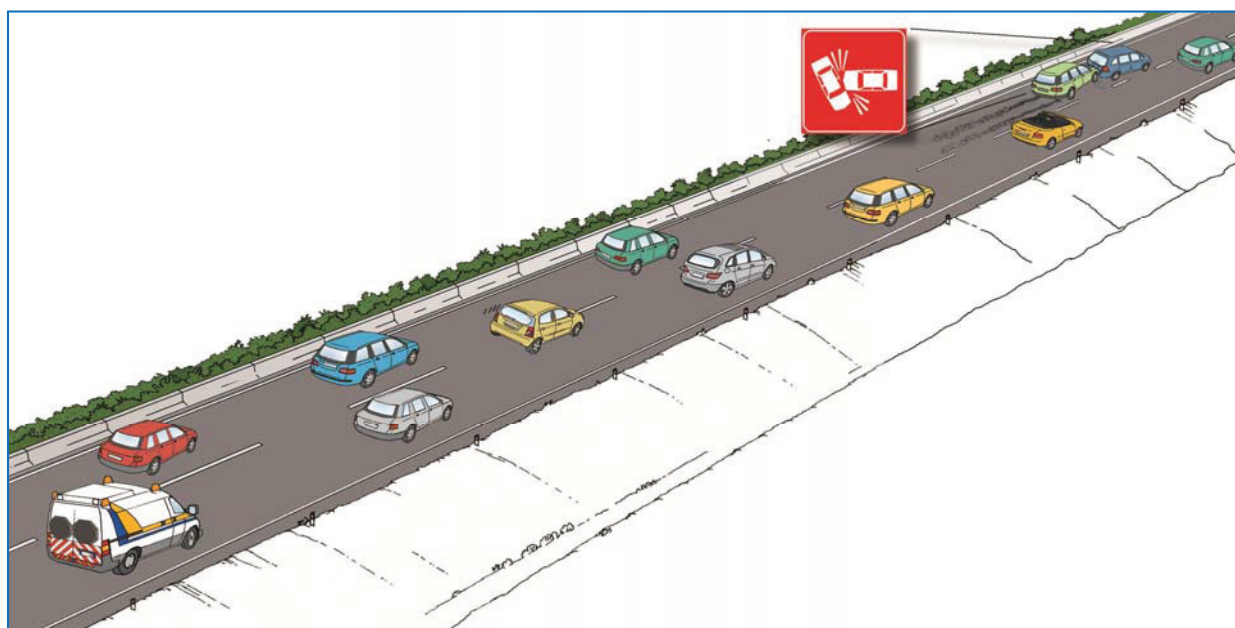

Fig. 16
- dare immediata comunicazione alla Sala Radio di tale situazione (fig.16)